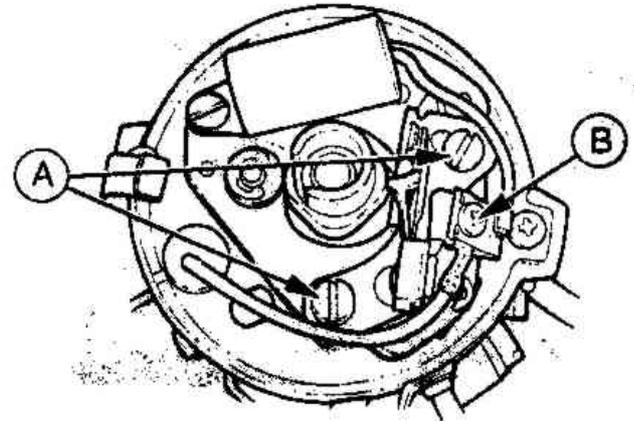

Рис.4.7. Винты крепления прерывателя (A) и подсоединение провода низкого напряжения (B) в распределителе зажигания “Форд” (Разд.3)
6. Если зазор отличается от указанной величины, ослабьте винт(ы), крепящие контактную пластину. У распределителя "Бох" винт один, у распределителя "Форд" — два (Рис.4.7 и фото).
6. Выверните крепящий винт(ы) и снимите контакты прерывателя (Рис.4.7 и 4.8)